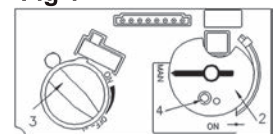

Fig 2
- Mettez le bouton MAN (2) en position ON; réglez le bouton d'admission du gaz (3) au réglage le plus bas (☺).
- Sur la télécommande, appuyez en même temps sur les boutons 'OFF' et  (grande flamme); un court signal sonore indique que l'allumage commence. D'autres signaux sonores indiquent que l'allumage est en cours. Quand la veilleuse est allumée, le bouton des flammes (3) tournera automatiquement au réglage le plus haut. Appuyez sur  (petite flamme) sur la télécommande pour réduire la hauteur des flammes.
4. **ALLUMAGE MANUEL (fig. 2) :** Avec la fenêtre enlevée, repérez la veilleuse (fig. 3) dans la boîte de foyer.
- Bouton MAN (2) en position MAN;
- Réglez le bouton du gaz (3) en position la plus basse (☺);
- Avec une pointe comme un stylo, pressez le centre métallique (4) pour établir l'apport de gaz à la veilleuse;
- Toujours en pressant le centre métallique (4), allumez la veilleuse (5) avec une allumette. Continuez de pressez le centre métallique (4) pour environ 10 secondes; relâchez et la veilleuse restera allumée.
- Si la veilleuse ne reste pas allumée après plusieurs essais, tournez le bouton du gaz (3) à "OFF" (☺) et appelez votre agent de service ou votre fournisseur de gaz.
- Remplacez la fenêtre et mettez le bouton MAN (2) à ON; tournez le bouton du gaz (3) vers le haut (☺) le bas (☺) ou utilisez les boutons de flammes () () sur la télécommande pour les régler.